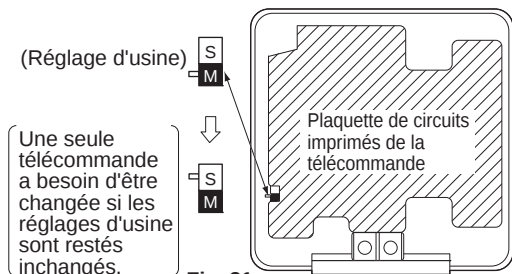

Fig. 31
- Faites passer le permutation principale/secondaire de la carte à circuits imprimés de l'une des deux télécommandes sur "S". (Laissez le commutateur de l'autre télécommande sur "M".) **(Reportez-vous à la Fig. 31)**